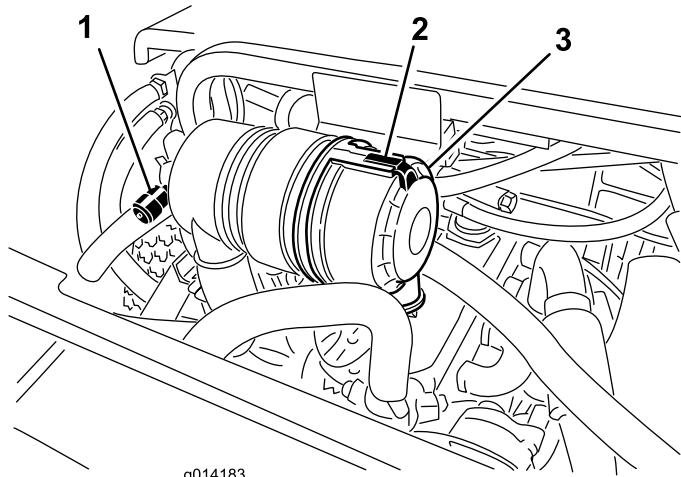

図25
エアクリーナの整備はインジケータ図25が赤色になってから行ってください。早めに整備を行っても意味がありません。むしろフィルタを外したときにエンジン内部に異物を入れてしまう危険が大きくなります。
1. エアクリーナのカバーをボディーに固定しているラッチを外す(図25)。